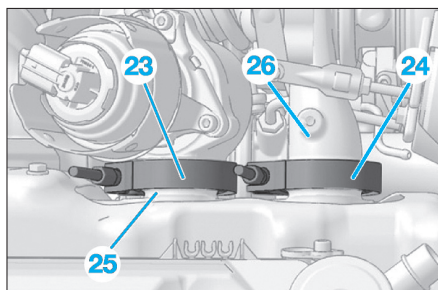
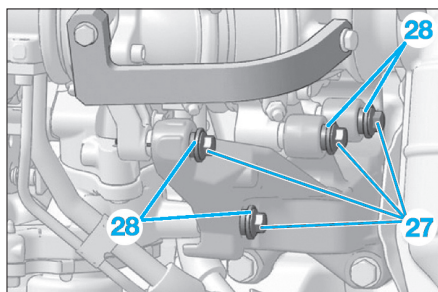

Fig. 78
Fig. 79
- Desserrer les colliers (23) et (24) et repérer leurs sens de montage (Fig.78).
- le collier (23) en arrière de la collerette d'appui du collecteur d'échappement (25),
- le collier (24) en arrière de la collerette d'appui du biturbocompresseur (26).
- Desserrer, sans les déposer, les 4 vis (27) jusqu'à libérer les entretoises (28) et obtenir un jeu suffisant pour désaccoupler le biturbocompresseur du collecteur d'échappement (Fig.79).